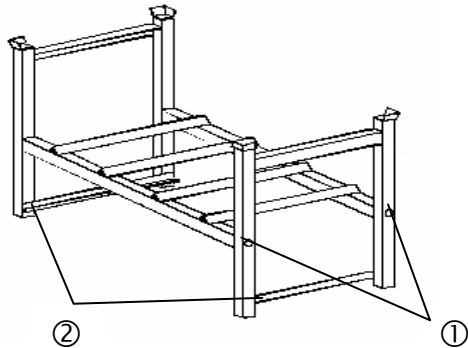

Fig.1
- Seitenrahmen und Fassauflage verbinden (Fig. 1) und ausrichten
- Seitenrahmen und Längsrohr verbinden (Fig. 1) und ausrichten
- Put the side frames and drum supports together (fig. 1).
- Put the side frames and the horizontal tubes together (fig. 1).
- Fixer et alignez les cadres latéraux avec le support de fût (fig. 1)
- Fixer et aligner les cadres latéraux avec le tube longitudinal (fig. 1)